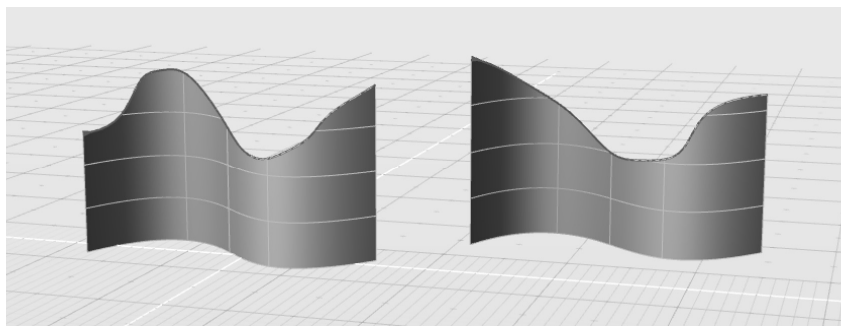

图 3-86 以曲线修剪曲面
4) 在曲面上绘制的曲线，可用于修剪曲面。例如，使用“曲面修剪”工具, 可获得图 3-86 所示的效果。修剪工具将于后续章节详细介绍。